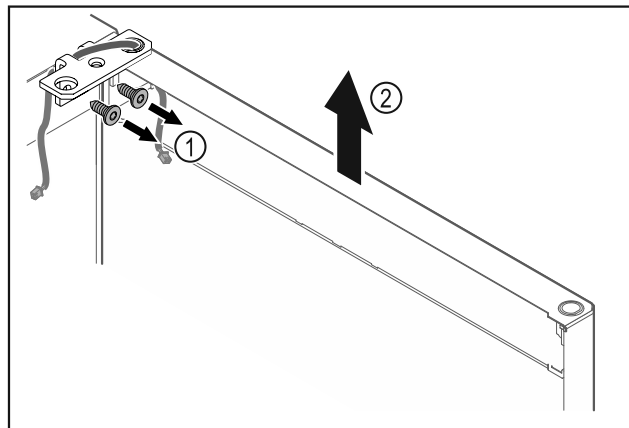

Fig. 16
- Odkręcić zawias Fig. 16 (1).
- Drzwi wraz z zawiasem należy podnieść prosto do góry o ok. Fig. 16 (2) circa 200 mm i zdjąć.